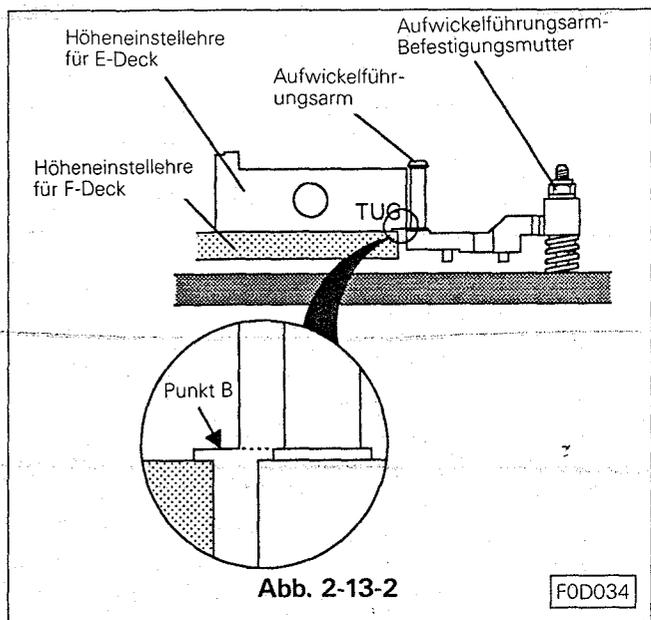

Abb. 2-13-2
- Die Wickeltellerhöhen-einstellehre für das F-Chassis einsetzen, (siehe Abb. 2-10-6) die Höhe des Bandführungsarms mit der Befestigungsschraube so einstellen, daß die untere Flanke des Führungsbolzens gleiche Höhe hat mit dem Punkt B für das F-Chassis. (Siehe Abb. 2-13-2)